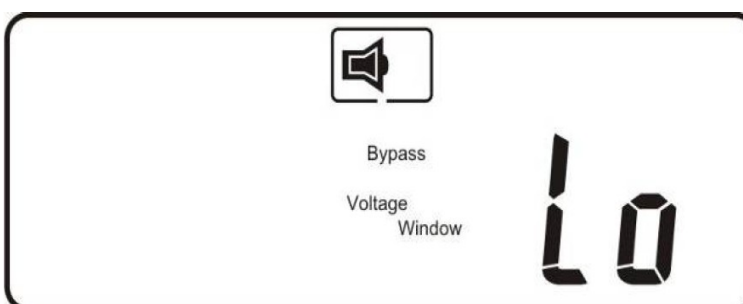

Рис. S1
- Диапазон напряжения Байпаса — рис. S1
- Изменение разрешенного диапазона Байпаса (рис. S1 - S2)
- Рис. S1. Low – широкий (низкий) диапазон напряжения Байпаса (184 В ~ 260 В);